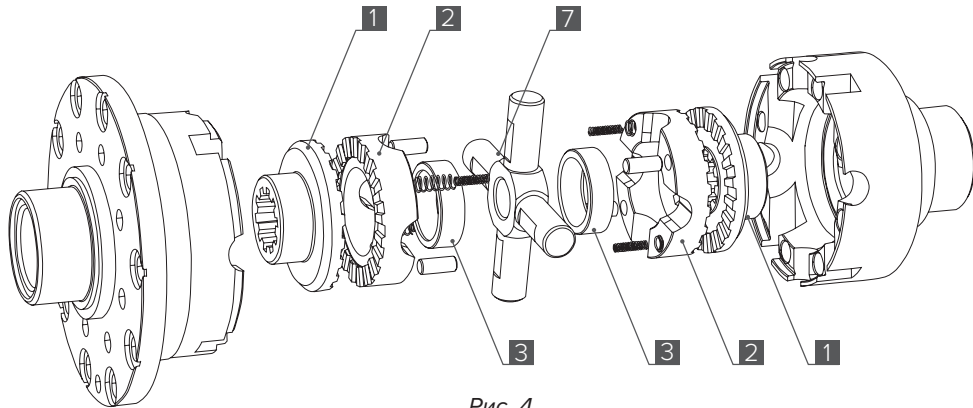

Рис. 4
5. В каждую из половинок корпуса дифференциала поместите следующие компоненты, соблюдая последовательность **(Рис.4)**: